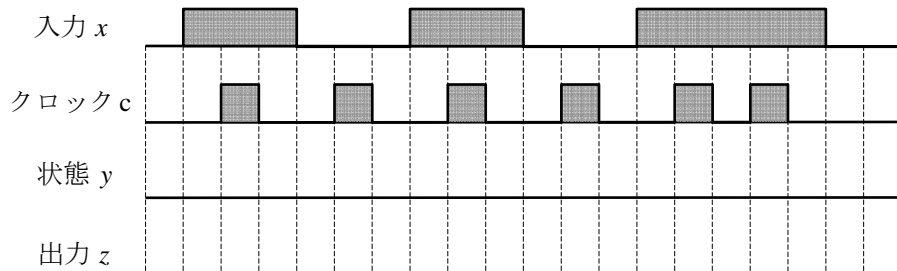

図 5 T フリップフロップを用いた順序回路のタイムチャート
- 3) 以下、順序回路 1 の(2)~(3)と同様に実験を行う。結果は図 5 に書き込む。